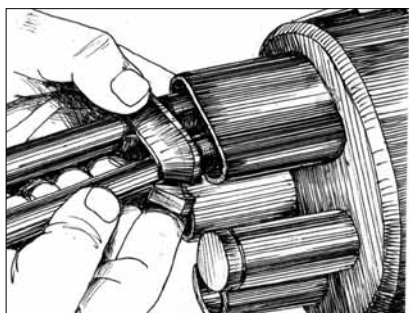

Рисунок 4.30 – Ввод наконечника в овальный патрубок
4.4.1.13 Зачистить наружные оболочки ОК на длине 130-140 мм от конца овального патрубка по всей окружности шкуркой шлифовальной. Установить две половины наконечника на ОК и ввести наконечник в овальный патрубок оголовника муфты (рисунок 4.30).